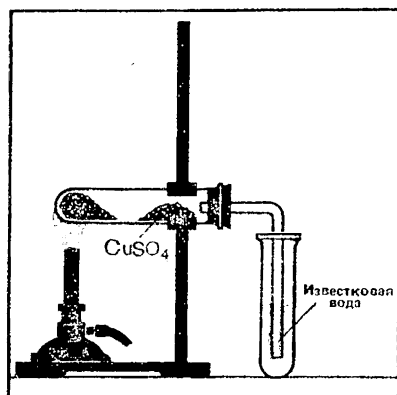

Рис. 62. Качественное определение углерода и водорода в углеводородах.
Придав пробирке горизонтальное положение, внесите в нее немного обезвоженного медного купороса и закройте пробкой с газоотводной трубкой так, чтобы порошок сульфата меди (II) находился возле пробки. Конец газоотводной трубки опустите в пробирку с известковой водой (рис. 62).